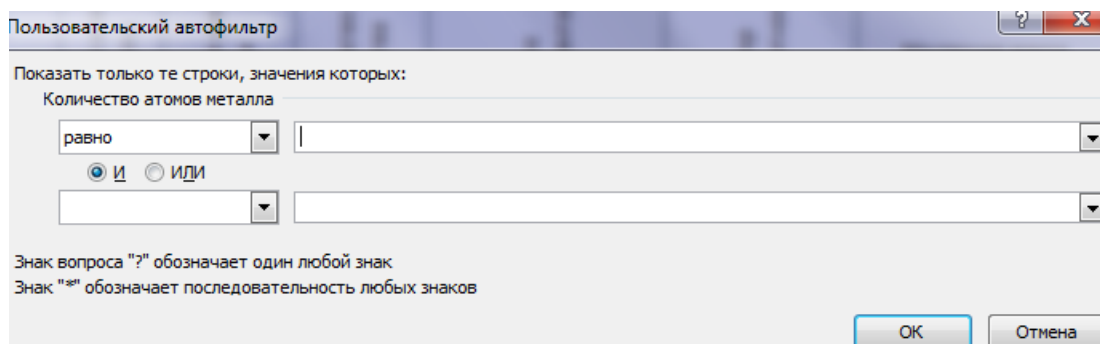

Рисунок 48 – Окно *Пользовательский автофильтр*
- выбрать значение или условие и задать критерий выборки в диалоговом окне *Пользовательский автофильтр*, через команду *Числовые фильтры* → *Настраиваемый фильтр* (рисунок 48).